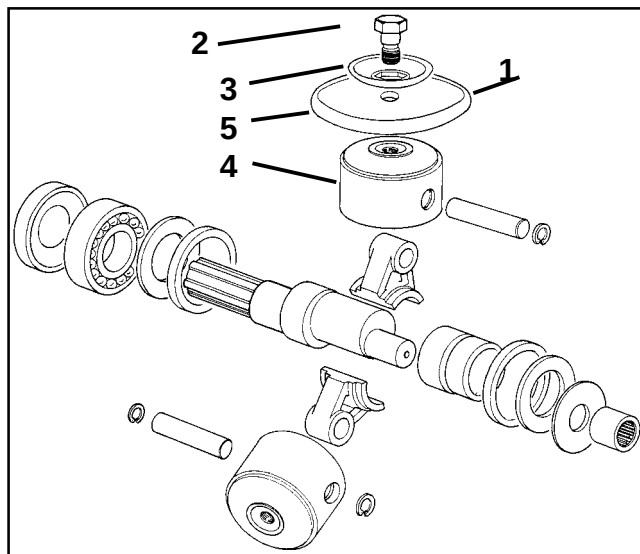
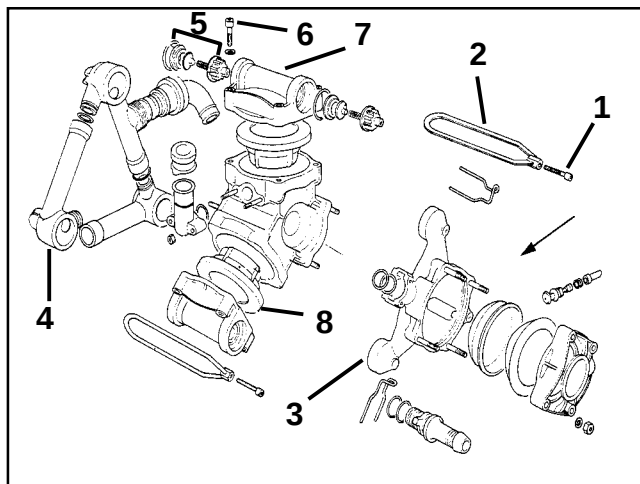

Fig. 9.10
Fig. 9.11
- Boltene (fig. 9.11/1) løsnes.
- Spændebøjlen (fig. 9.11/2) samt suge- og trykrøret (fig. 9.11/3, fig. 9.11/4) og ventilgruppen (fig. 9.11/5) fjernes. **Vær opmærksom på hvorledes ventilerne på suge- og tryksiden er monteret!**
- Efter at boltene (fig. 9.11/6) er fjernet afmonteres topstykket (fig. 9.11/7).
- Stempelmembranerne (fig. 9.10/1) kontrolleres.
- Bolten (fig. 9.10/2) løsnes og stempelmembranen (fig. 9.10/1) afmonteres sammen med støtteskiven (fig. 9.10/3) fra stemplet (fig. 9.10/4).
Stempelmembranen fastgøres til stemplet med støtteskiven og bolten, så kanten (fig. 9.10/5) peger op mod siden af topstykket (fig. 9.11/7).